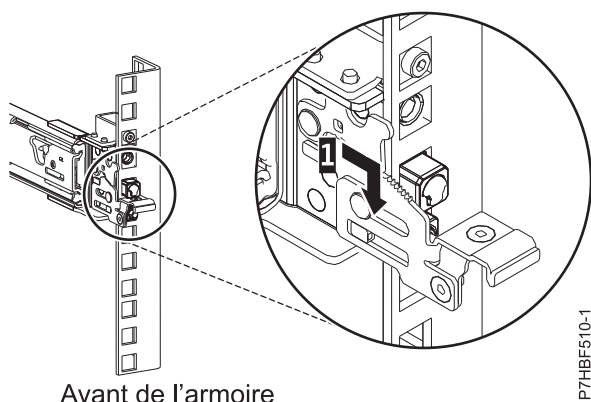

Figure 5. Broches installées sur la glissière avant de l'armoire
6. Tirez la glissière vers l'avant et insérez les trois broches à l'avant de la glissière dans les trous précédemment marqués de l'unité EIA sélectionnée. Abaissez la glissière (1) pour engager le crochet sur la broche du milieu. Pour plus de détails, voir figure 5, à la page 6.